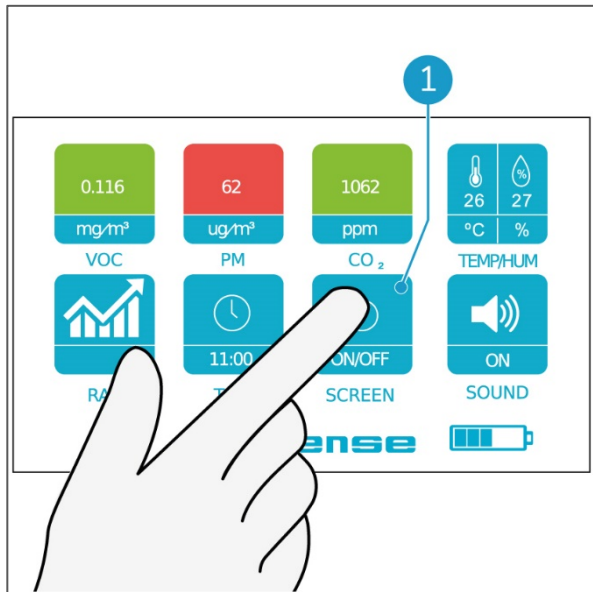

Figura 22
1. Tocca il tasto SCHERMO (Figura 22, pos 1) con il dito per spegnere lo schermo.